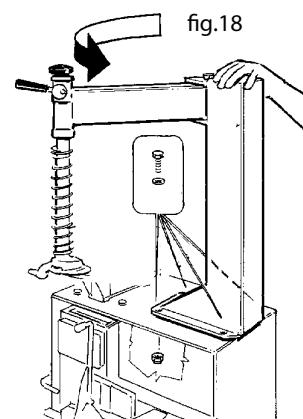

fig.18
Fissare il palo al cassone (fig.18) con le viti contenute nella scatola degli accessori in dotazione:
- Fix the column to the machine body (fig. 18) using the screws contained in the accessories box:
Fixer la potence à la carcasse (fig.18) avec les vis contenues dans la boîte des accessoires en dotation:
Die Tragsäule mit den mitgelieferten Schrauben (SchachtelStandardzubehör) auf dem Gehäuse festschrauben (Abb. 18).
Fije la columna a la caja (fig. 18), con los tornillos contenidos en la caja de los accesorios de equipamiento.